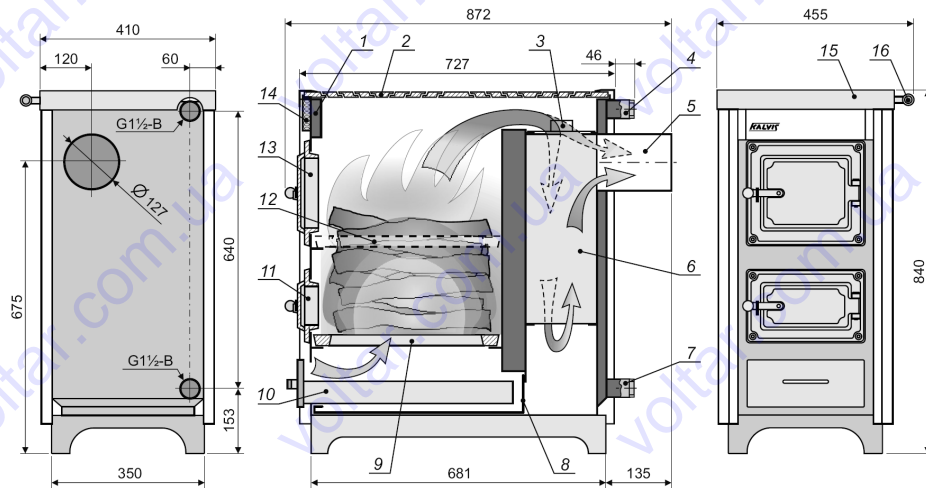

Рис. 1
Корпус котла (1) (см. рис.1) сварен из листовой стали и имеет полости, в которых нагревается вода. Нагретая вода через верхний патрубок (4) поступает в отопительную систему, а через нижний патрубок (7) остывшая поступает обратно. Патрубки с резьбой G1 1/2B. Верхняя часть корпуса накрыта чугунным варочным настилом (2) с конфорками.
6.2. Розжиг котла (см. рис.1)
6.3. Топка котла (см. рис.1)